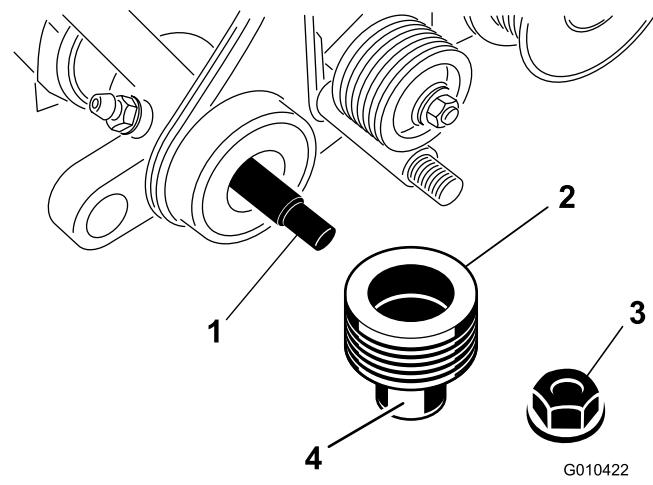

Рисунок 8
- Нанесите консистентную смазку на наружную поверхность ведомого шкива, как показано на Рисунок 8.
4. Наденьте шкив на вал механической щетки (Рисунок 8).
5. Закрепите шкив на валу контргайкой (3/8 дюйма), как показано на Рисунок 8.